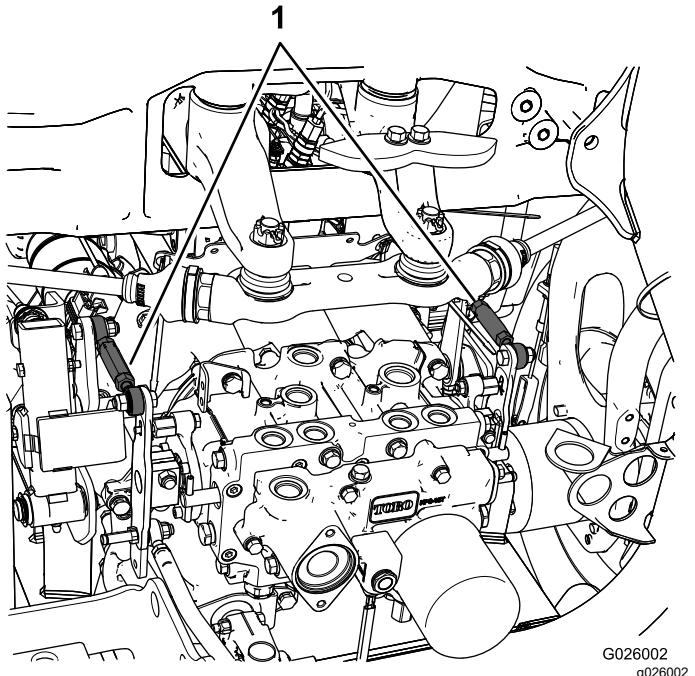

図 87
- 左後タイヤが回転している場合には、左側トランスマッision・コントロールロッドのジャムナットをゆるめる(図 87)。